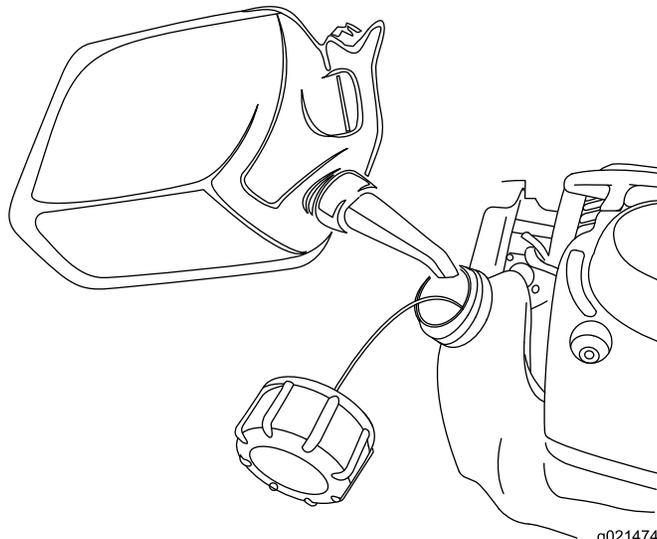

Figure 17
5. Versez l'essence sans plomb du bidon dans le réservoir de carburant, comme montré à la Figure 17.